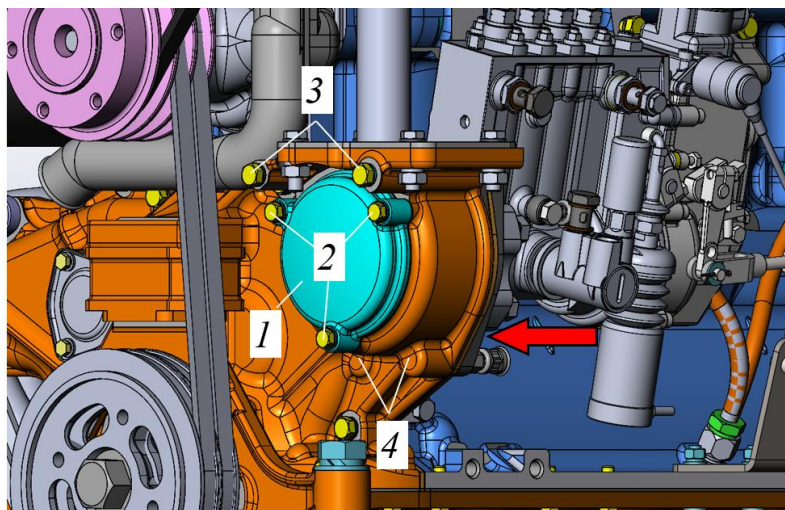

Рисунок 5.38. Процедура демонтажа ТНВД
- ▶ Снять крышку привода топливного насоса 1, предварительно открутив болты 2, рис. 5.38.
- ▶ Извлечь 2 коротких крепежных болта 4, шляпки которых размещены со стороны насоса, на рис. 5.38 для наглядности показано стрелкой.
- ▶ Извлечь 2 длинных крепежных болта 3, рис. 5.38.